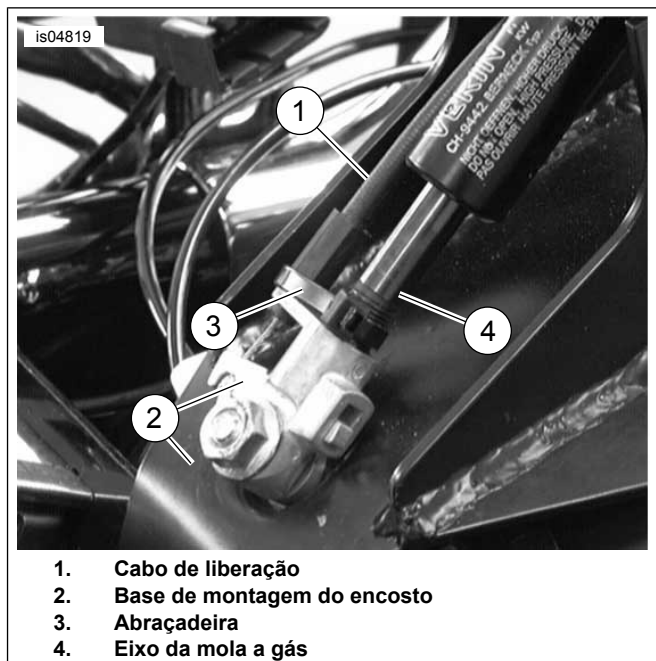

Figura 6. Prenda o cabo à base de montagem do encosto
12. Veja a figura 6. Conecte o cabo de liberação (1) ao suporte de montagem do encosto (2) como indicado. Cuidadosamente, prenda o cabo ao eixo da mola a gás (4) com a abraçadeira fornecida (3). Não aperte demais a abraçadeira.